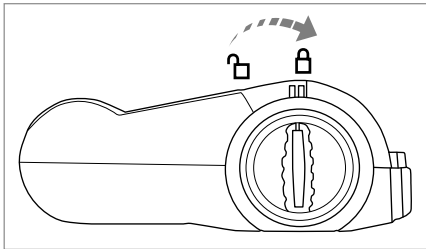

Bild 9
- 5) Sätt rullborsten 10 golvmunstycket 16 och vrid rullborstens upplåsning 17 mot symbolen 16 (stängd) (bild 9).